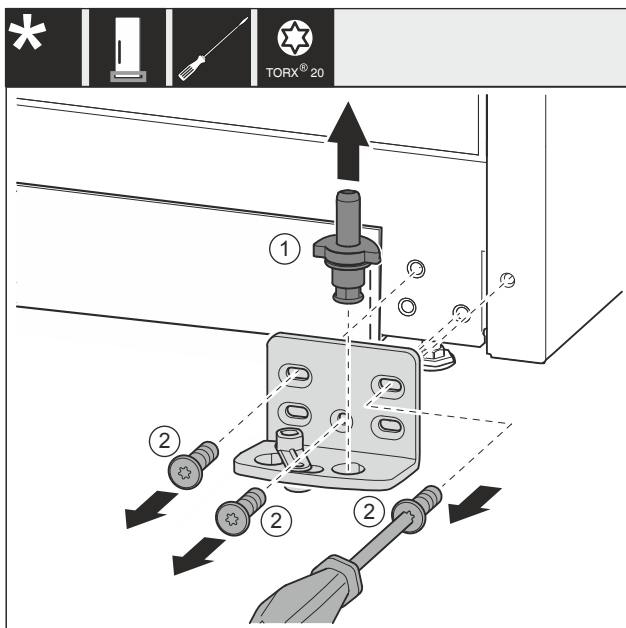

Fig. 34 *
- Lagerbolzen Fig. 34 (1) komplett nach oben herausziehen.*
- Schrauben Fig. 34 (2) mit Schraubendreher herausdrehen und Lagerbock abnehmen.*